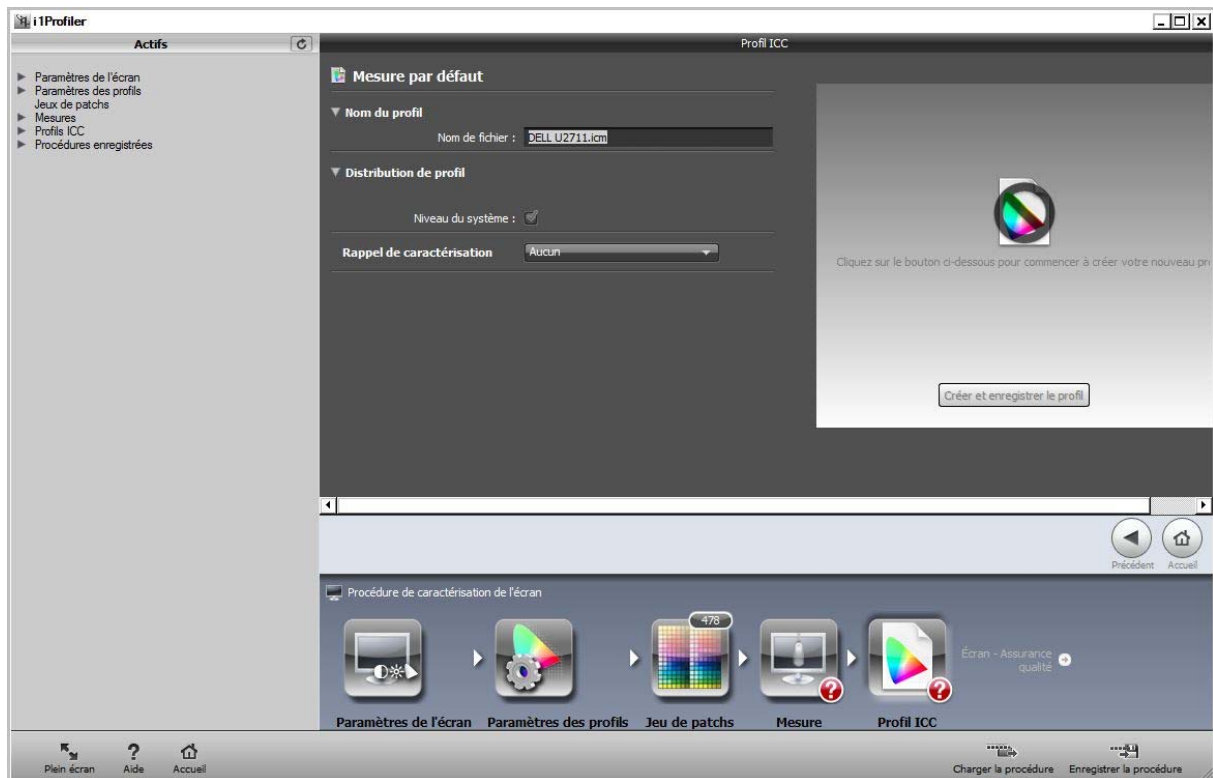

Figure 13 Étape finale Nommage du profil et enregistrement
- En cliquant sur le texte du bandeau inférieur (figure 13 ter)
Figure 13 bis
Figure 13 ter